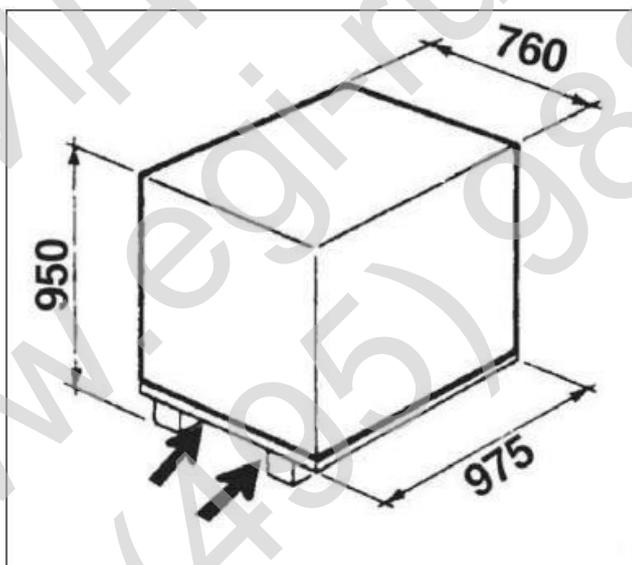

Рисунок 3
- Для перемещения станда используйте вилочный подъемник соответствующей грузоподъемности, учитывая габаритные размеры, указанные на (Рис.3).
- Вставляйте вилы погрузчика в места, показанные на (Рис.3).